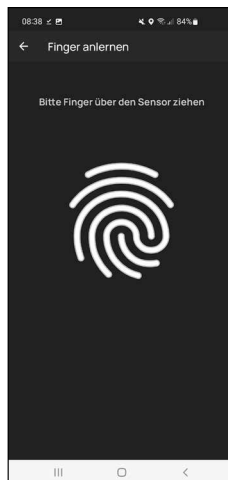

Fig. 12
- 15 Deslice varias veces el dedo que desee lentamente de arriba abajo sobre el sensor del teclado (Fig. 12/13). Al hacerlo, asegúrese de respetar las indicaciones de la aplicación (Fig. 14).